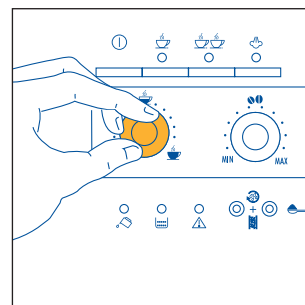

Fig.8
- 3) Reguler knappen til venstre (fig. 8) for at indstille den ønskede kaffemængde. Jo mere den drejes med uret, jo tyndere bliver kaffen. Ved førstegangsbrug skal man foretage flere prøver og brygge kaffe flere gange, indtil man finder ud af knappens korrekte position.